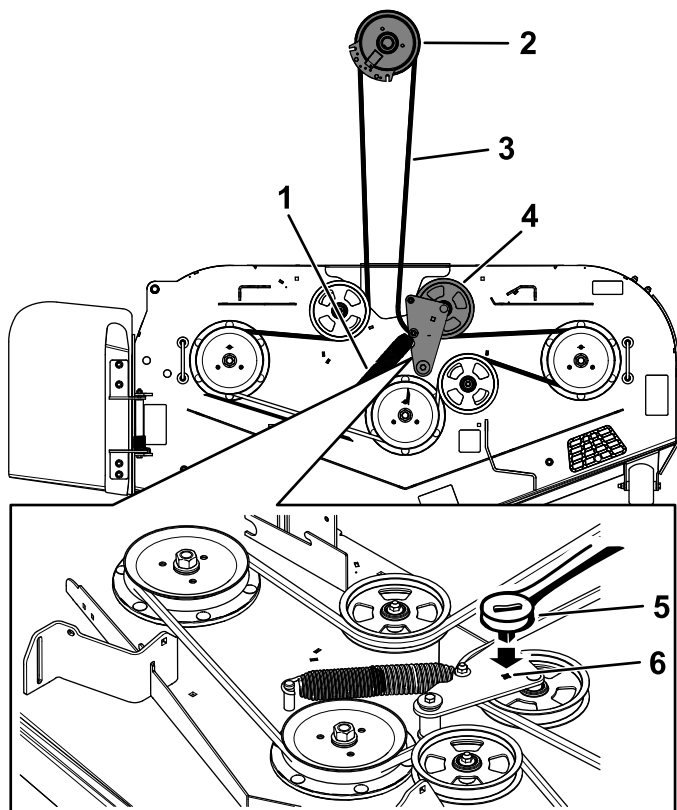

Figure 76
5. Utilice una llave de carraca de  $\frac{3}{8}$ " en el orificio cuadrado del brazo tensor para aliviar la tensión del muelle tensor (Figure 76).
7. Instale la guía de la correa en el brazo tensor tensado con muelle (Figure 76).
9. Pase la correa nueva alrededor de las poleas del cortacésped y de la polea del embrague, debajo del motor (Figure 76).
10. Instale la guía de la correa en el brazo tensor (Figure 76).
11. Utilizando la llave de carraca de  $\frac{3}{8}$ " en el orificio cuadrado, instale el muelle tensor (Figure 76).